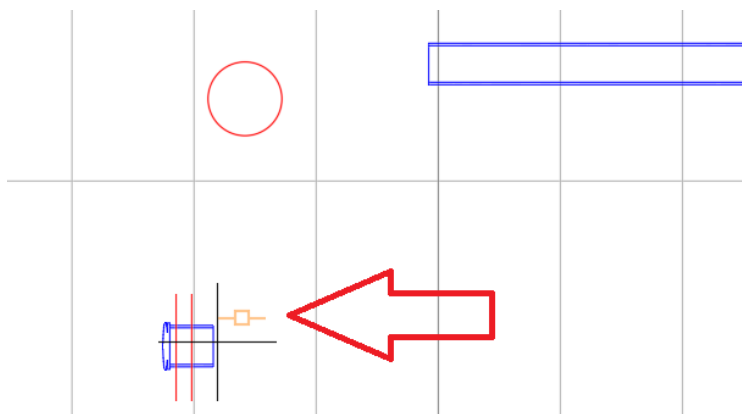

Рис. 2.10. Глиф, обозначающий правильное соединение трубы с фитингом
42. В верхнем правом окне поместите курсор около правого конца короткого сегмента трубы, расположенного прямо под красной окружностью. Когда появится глиф желтого цвета, как показано на рис. 2.10, щелкните по трубе. В командной строке щелкните по команде **Counterclockwise**, чтобы активировать параметр **Против часовой стрелки**. После этого должен появиться новый отвод под углом 45°. На виде профиля он может выглядеть немного странно из-за предустановленного вертикального увеличения. Если увеличить изображение нового фитинга в трехмерном виде модели, то можно убедиться, что выглядит он так, как предполагалось.
46. Затем щелкните по кнопке **Добавить отвод** , далее щелкните по концу только что созданной трубы, убедившись при этом, что появляется глиф, сообщающий о корректности соединения, как на рис. 2.10. В выпадающей строке щелкните по команде **По часовой стрелке**, чтобы активировать параметр **По часовой стрелке**. Создается еще один отвод под углом 45°.